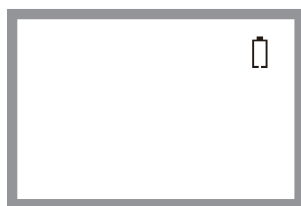

Figura 7
- Reemplace la batería cuando aparezca el símbolo "" en la esquina superior derecha de la pantalla LCD. (Ver Figura 7)